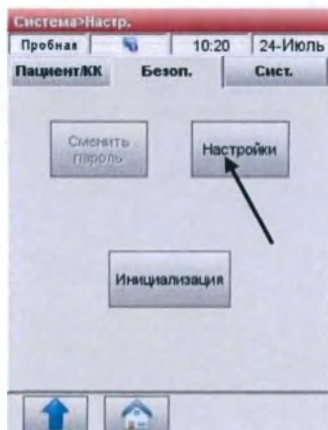

Рис.3-51 Настройки
2. В таблице **<Безопасность>** в меню **<Настройки>** нажмите **<Настройки>** (Рис.3-51) чтобы перейти в меню **<Настройки>**.